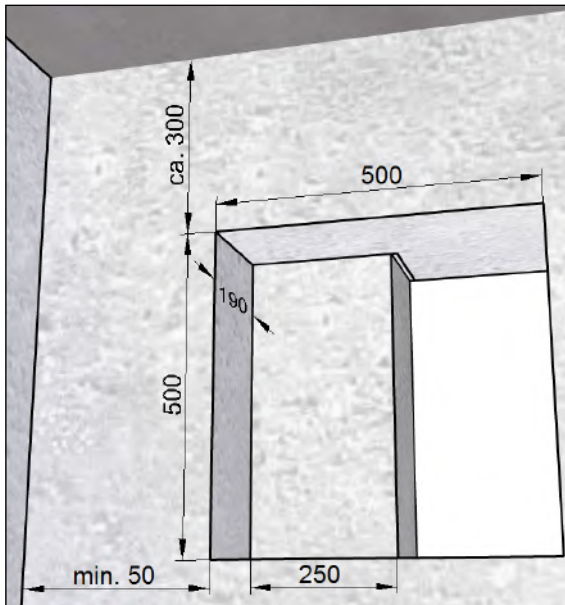

Abb. 13: Mauerdurchbruch für Montageset **ohne** Füllstück, Maße in Millimeter
- Mauerdurchbruch mit Nische (siehe Abb. 13 auf Seite 18) für Montageset **ohne** Füllstück M-WRG-M/Fü